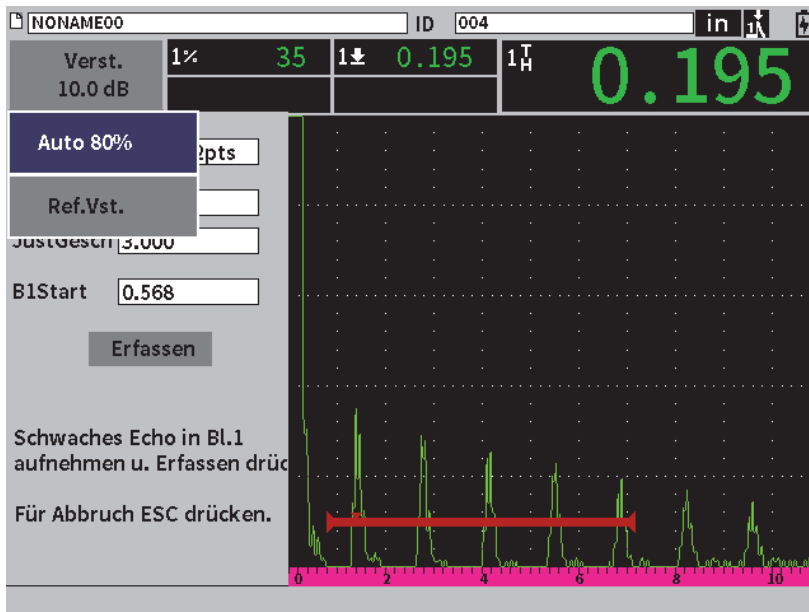

Abbildung 8-4 Fenster für die Justiereinstellungen mit Auto 80%
8. Drücken Sie Tab, um das Feld **Verst.** hervorzuheben und schließen Sie dann das Verfahren für **Auto 80%** ab (siehe Abbildung 8-4 auf Seite 118). Für weitere Einzelheiten zu dem Verfahren **Auto XX%** siehe „Funktion AUTOXX% einstellen“ auf Seite 82.